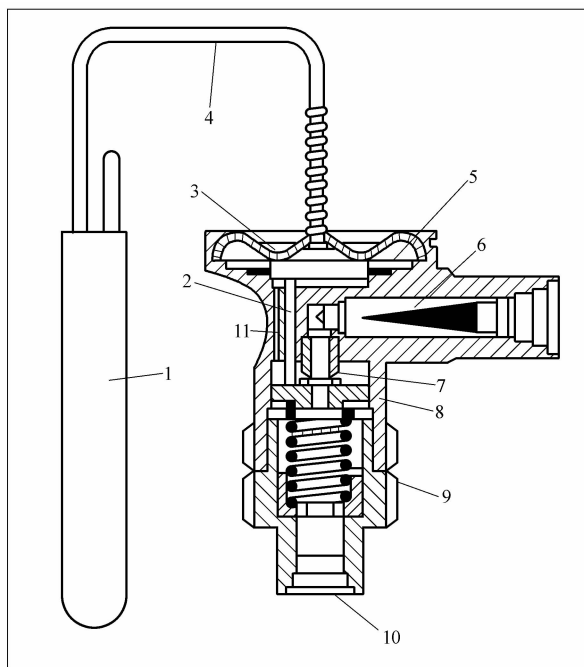

图 3-7 内平衡膨胀阀
(1) 内平衡膨胀阀结构 内平衡膨胀阀结构如图 3-7 所示, 感温包安装在蒸发器的出口, 在其内部装有惰性液体或制冷剂液体。